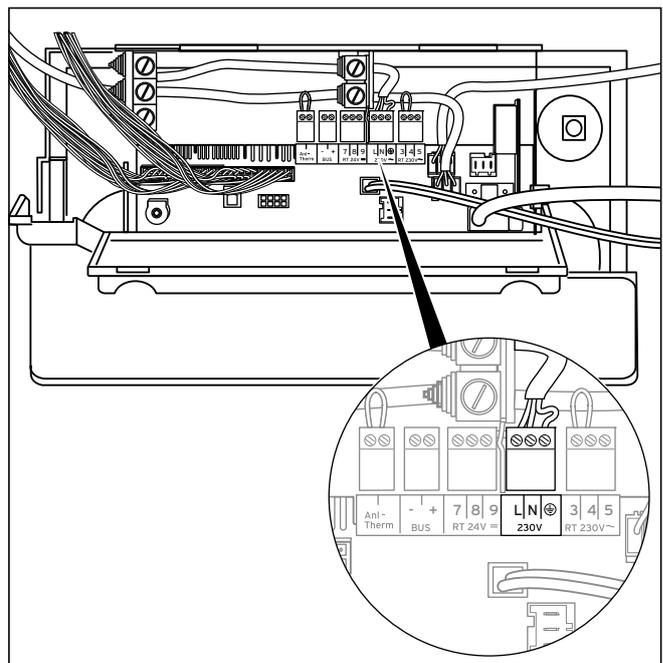

Fig. 5.16 Exemple de câblage
- Retirez la protection avant de l'appareil (→ **chap. 4.8**) et rabattez le boîtier électronique (3) vers l'avant.
- Déclipez le couvercle arrière (2) du boîtier électronique au niveau des points (1) et relevez-le.
- Faites passer le câble de raccordement au secteur dans la traversée de câble (4) ainsi libérée. Utilisez le passe-câble fourni (complément de livraison) pour rendre l'ouverture étanche.
- Branchez ces brins sur les emplacements prévus du système électronique (L, N et terre), (→ **fig. 5.16**). Réutilisez le connecteur ProE du câble de raccordement au secteur retiré.
- Raccordez les brins au niveau des connecteurs ProE ou des emplacements correspondants du système électronique conformément à la fig. 5.16.